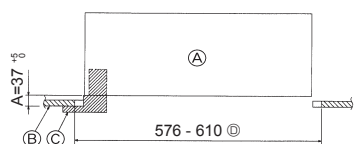

Fig. 5-2
②	Vis avec rondelle	4	M5 × 0,8 × 28 (mm)
③	Jauge	1
④	Fil de jonction pour le récepteur de signal	1	Fourni avec le récepteur de signal.
⑤	Fil de jonction pour le capteur i-See	1	Fourni avec le capteur i-See.
⑥	Fixation	2	Fourni avec le récepteur de signal.
⑦	Fixation	2	Fourni avec le capteur i-See.
⑧	Télécommande sans fil	1	Fournie s'il s'agit d'un modèle avec télécommande sans fil.
⑨	Support de la télécommande	1	Fournie s'il s'agit d'un modèle avec télécommande sans fil.
⑩	Piles LR6 AA	2	Fournie s'il s'agit d'un modèle avec télécommande sans fil.
⑪	Vis autotaraudeuses 3,5 × 16	2	Fournie s'il s'agit d'un modèle avec télécommande sans fil.
5.2. Préparatifs préalables à la fixation de la grille (Fig. 5-2)